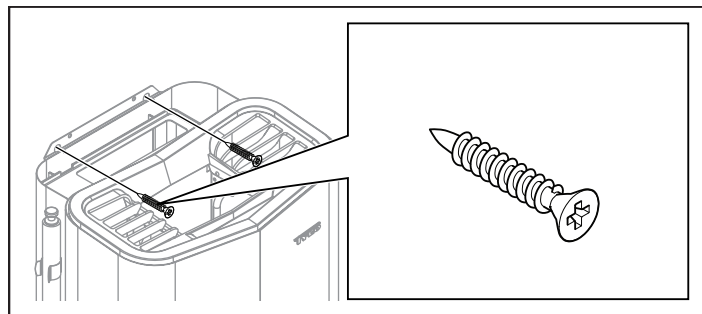

Figure 12 : Vis de verrouillage de support
10. Bloquez le poêle en place avec les deux vis de verrouillage (voir Figure 12).